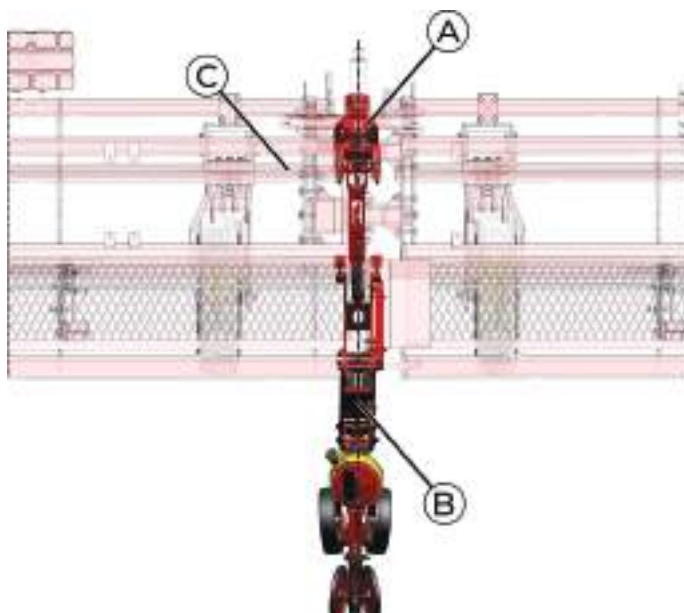

fig. 30
a) Espaçamento com número ímpar de linhas: marque o centro (*fig. 30*) do chassi e posicione a linha sulcadora (A) no tubo traseiro (C) do chassi. Alinhado com a linha sulcadora, monte a linha da semente (B) na parte traseira do chassi.